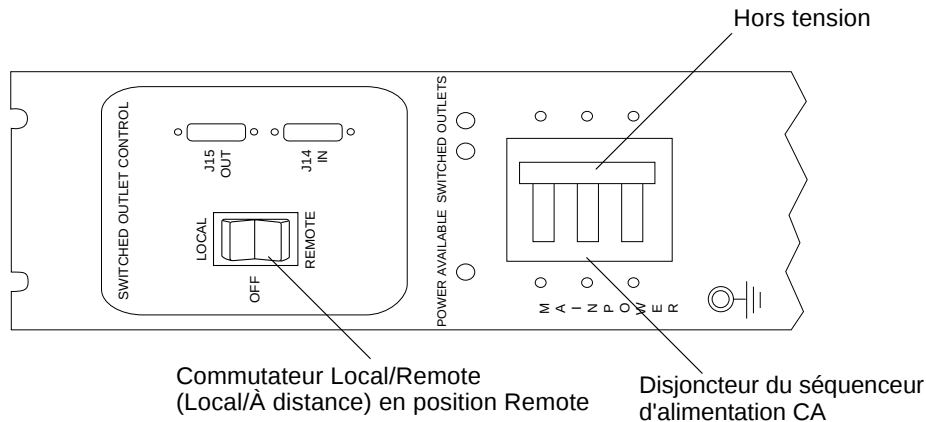

FIGURE B-8 Panneau de contrôle d'un séquenceur d'alimentation CA : hors tension
5. Vérifiez que les commutateurs Local/Off/Remote (Local/Arrêt/À distance) situés sur les parties inférieures avant et arrière de l'armoire de base et de l'armoire d'extension (le cas échéant) sont sur la position Remote (FIGURE B-8).